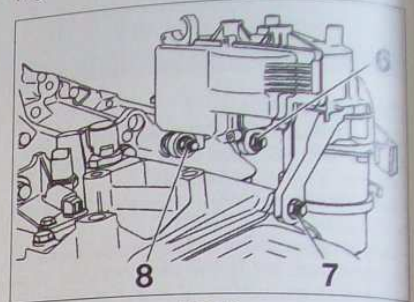

FIG. 10
- Presser les écrous (8), (6) et (7) jusqu'au contact (Fig.10).